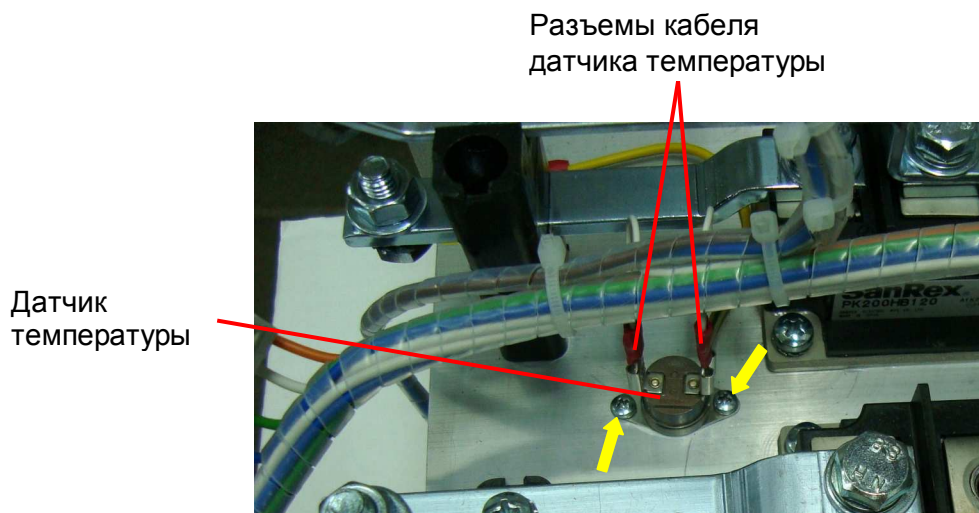

Рис. 7.11
7.4.3. Установить датчик температуры на радиатор (рис. 7.11) и слегка притереть его. Вкрутить два винта крепления датчика температуры (рис. 7.11, желтые стрелки).
7.4.4. Подсоединить к контактам датчика разъемы кабеля датчика температуры (рис. 7.11).